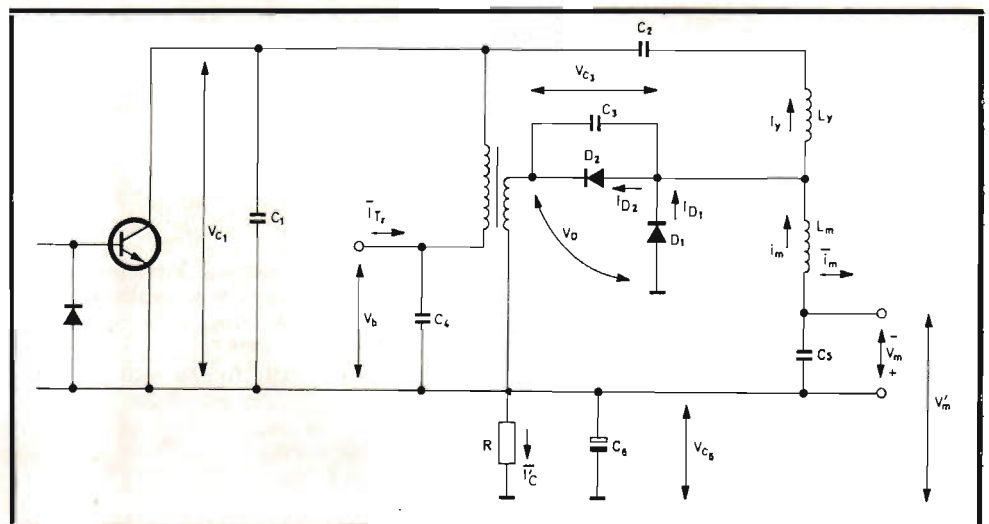

Fig 12. Principen för diodmodulatorn.
S_3 utgörs av två dioder som visas i fig 12. Dioderna skall spärra under återgångs-
tion skall uppnås. Därmed sätts en lägsta gräns för strömmen I_C i fig 12, dvs lasten R (= apparatens lågspänningskrävande delar) måste understiga ett visst motståndsvärde.
Eftersom V_{CG} praktiskt taget är lika med nV_b (fig 12), är $V'_m = V_{CG} - V_m = nV_b - V_m$. Om detta insätts i ekv (5), får den en enklare form: